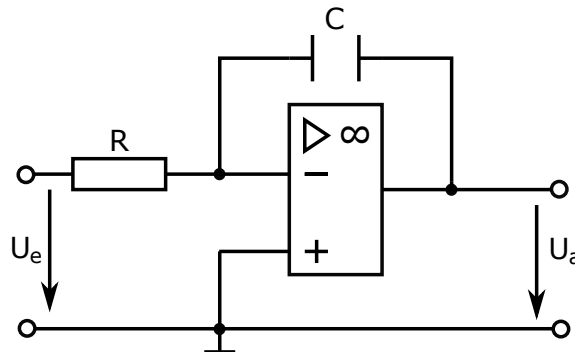

Abbildung 2: Umkehr-Integrator-Schaltung
c) Bauen Sie einen Umkehrintegrator wie in Abbildung 2 mit $R = 10 \text{ k}\Omega$ und $C = 100 \text{ nF}$ auf. Überprüfen Sie, ob die gewählte Zeitkonstante sinnvoll ist, indem sie die Proportionalität zwischen Ausgangsspannung und dem Kehrwert der Frequenz für ein sinusförmiges Eingangssignal nachmessen. Messen Sie Ein- und Ausgangsspannung in Abhängigkeit der Frequenz.